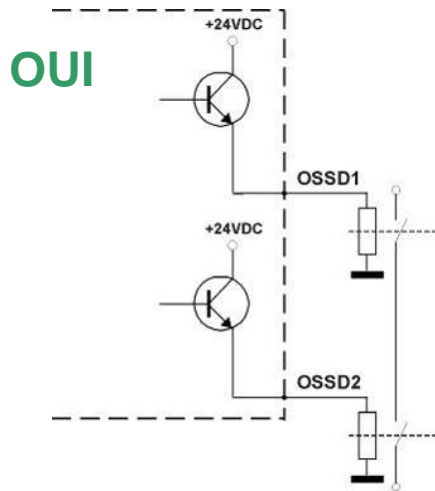

Fig. 16
- Les contacts de sécurité OSSD1 et OSSD2 ne peuvent en tout état être reliés en série ou en parallèle entre eux mais les deux peuvent être utilisés séparément (voir Fig.16). Si par mégarde l'une des deux configurations devait être utilisée, la barrière signalera une irrégularité de fonctionnement des sorties (voir chap. 7 "Fonctions de diagnostic").